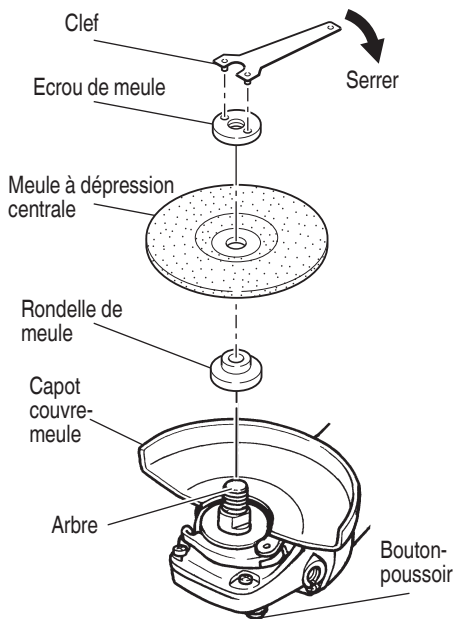

Fig. 6
S'assurer que la bouton-poussoir n'est pas engagée appuyant dessus deux ou trois fois avant de mettre la meuleuse à disque en marche. (Fig. 6)
- (1) Mettre la meuleuse à disque à l'envers de façon que l'arbre soit dirigé vers le haut.
- (2) Aligner l'entaille de forme ovale de la rondelle de meule avec l'encoche de l'arbre, puis les attacher.
- (3) Positionner la protubérance de la meule à dépression centrale sur la rondelle de meule.
- (4) Visser l'écrou de meule sur l'arbre.
- (5) Tout en poussant sur la bouton-poussoir avec une main, verrouiller l'arbre en tournant doucement la meule à dépression centrale avec l'autre main. Serrer l'écrou de meule en utilisant la clef fournie comme montré sur la Fig. 6.